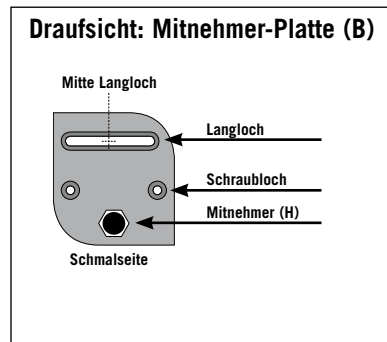
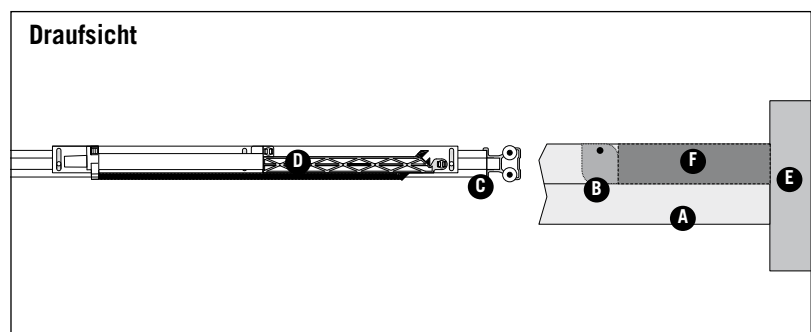

Bild 7 ▲
Bild 11 ▲
**6:** Damit die Türen mit dem Selbstzug in die richtige Position schließen, müssen nun die Mitnehmer-Platten mit den Schrauben an der richtigen Position in der Deckenschiene fixiert werden. Der mitgelieferte Abstandshalter (F in Bild 11) im Maß von 196 x 34 mm dient dafür als Hilfe.
Bitte beachten Sie: Jede Mitnehmer-Platte wird mit insgesamt 3 Schrauben (1 Schraube für das Langloch, 2 Schrauben für die Schraublöcher) in die Deckenschiene montiert (Bild 7).
**7:** Bei den Türen, die an eine Wand oder einen Schrankstollen grenzen, wird der Abstandshalter folgendermaßen verwendet: Drücken Sie eine Längskante des Abstandshalters (F) in die Deckenschiene (A) an die Wand/Stollen (E). Schieben Sie die Mitnehmer-Platte (B) an den Abstandshalter (Bild 11). Setzen Sie eine Schraube in die Mitte des Langloches der Mitnehmer-Platte (Bild 7) und ziehen diese an. **Die beiden anderen Schrauben noch nicht verwenden.**
**8:** Bei den Türen, die nicht an eine Wand oder einen Schrankstollen grenzen, wird zunächst die gewünschte Schließposition der Tür in der Deckenschiene markiert. Drücken Sie nun den Abstandshalter an die Markierung in der Deckenschiene. Schieben Sie die Mitnehmer-Platte an den Abstandshalter. Setzen Sie eine Schraube in die Mitte des Langloches der Mitnehmer-Platte (Bild 7) und ziehen diese an. **Die beiden anderen Schrauben noch nicht verwenden.**